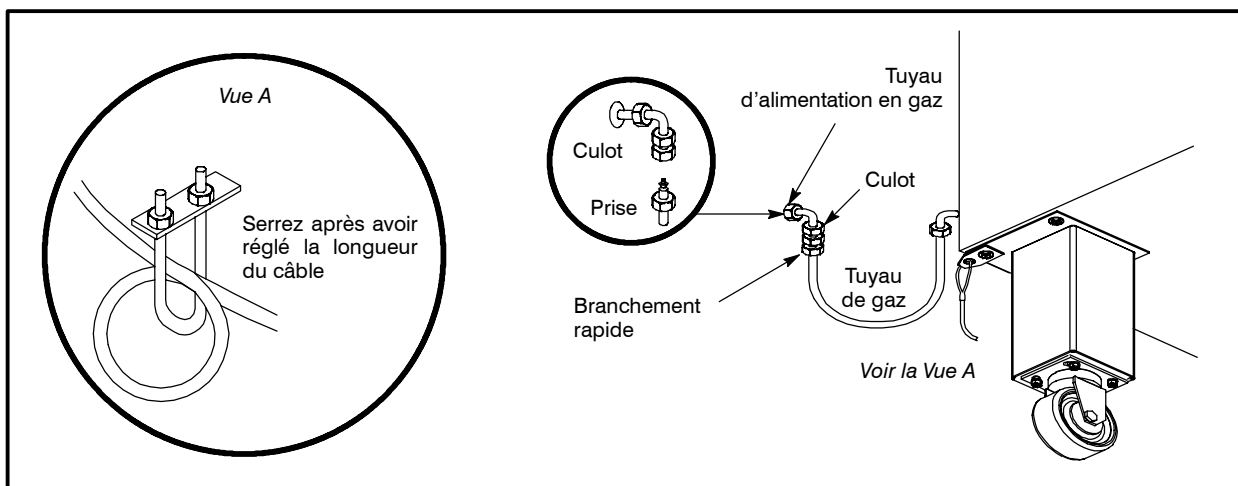

Figure 19
- L'attache doit être suffisamment courte pour prévenir toute tension sur le raccord. Voir Figure 19 pour des renseignements pour le réglage de la longueur.